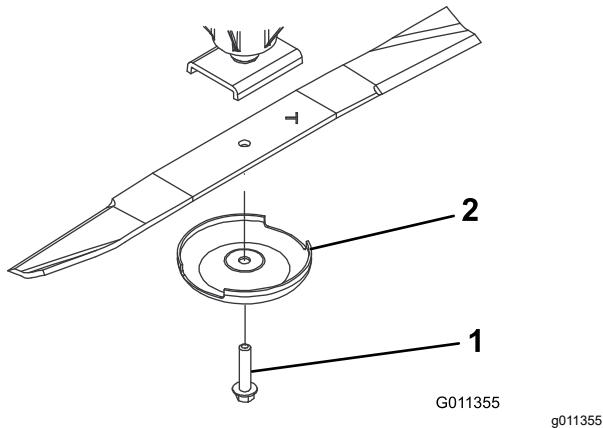

Figura 72
3. Segure a extremidade da lâmina utilizando um trapo ou uma luva grossa e retire o parafuso da lâmina, recipiente antidanos e a lâmina do veio do eixo (Figura 72).
4. Utilize o dispositivo antidanos e o parafuso da lâmina para instalar a lâmina com a aba virada para a plataforma de corte (Figura 72).